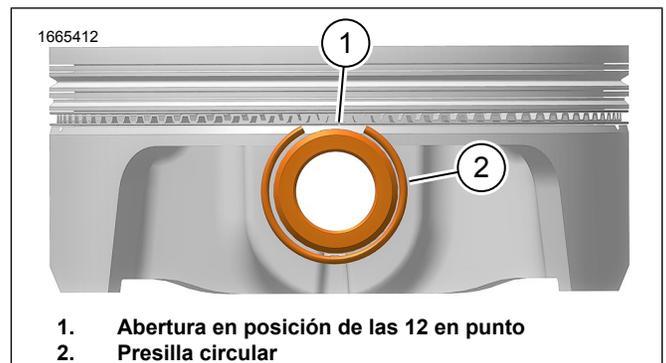

Figura 5. Posición del anillo de seguridad en el pistón
- Figura 5 Asegúrese de que el anillo de seguridad (2) esté completamente asentado en la ranura.
- La abertura del anillo de seguridad (1) debe estar en la posición de las 12 en punto.